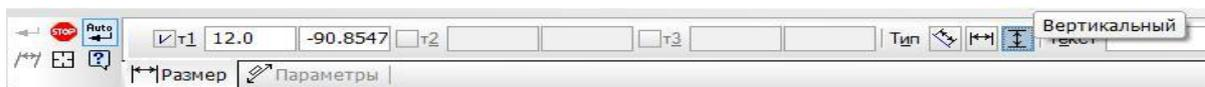
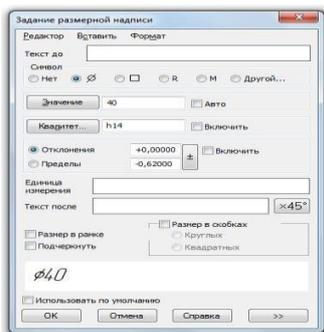

Рис. 12 Вкладка **Размер**
Рис. 18. Диалог задания размерной надписи линейного размера
- на панели **Свойств** на вкладке **Размер** укажите ориентацию размерной линии **Вертикально** (рис.12);
- в нашем случае таких отверстий два, поэтому на вкладке **Размер** (рис. 12) щелчком ЛКМ в поле **Текст** вызовите диалоговое окно **Задание размерной надписи** (рис. 18);